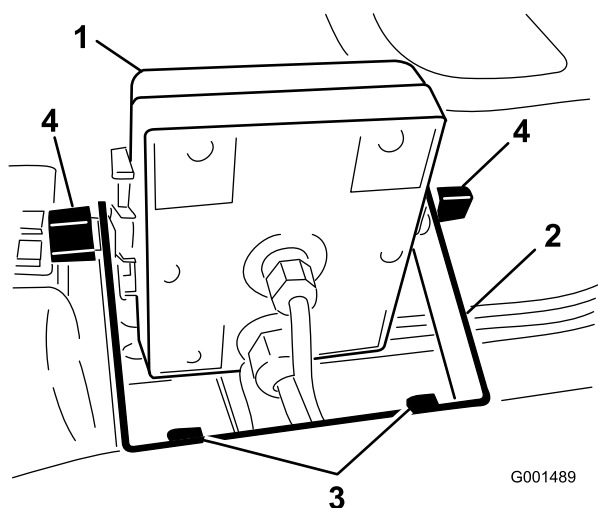
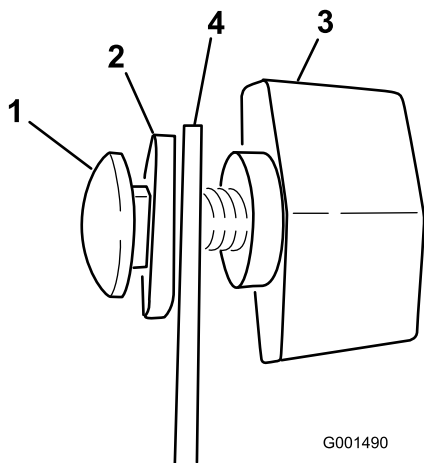

図 5
図 6
3/4 in) 2本とフランジ・ナット (1/4 in) 2本を使用する(図 5)。
3. キャリッジボルト、ゴム・ワッシャ、ノブ各2個を、図 5および図 6のように仮止めする。
6. ブラケットにスプレープロを取り付け(図 5)、ノブで固定する。